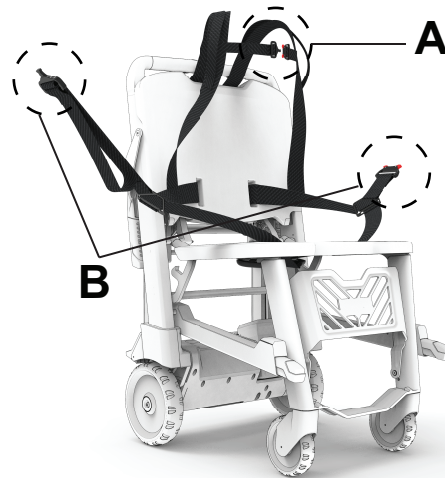

Figura 27 – Abroche las correas de sujeción para los hombros y la cintura
9. Abroche las correas para los hombros (A) en el pecho (Figura 27).
10. Tire de la correa de sujeción para la cintura (B) cruzando el regazo/cintura del paciente (Figura 27). Alargue la correa de sujeción en caso necesario.